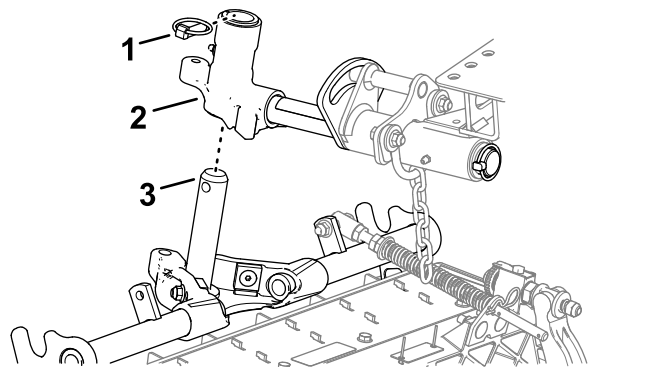

Figura 26
1. Glisați o unitate de tăiere sub braul de ridicare (Figura 26).